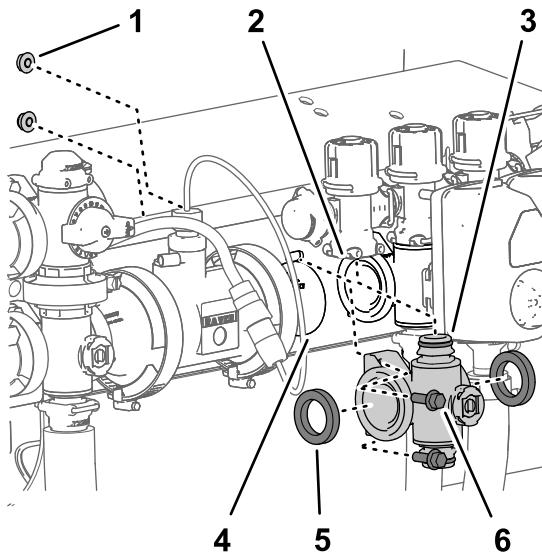

Figura 117
1. Alinee las 2 juntas que retiró en Retirada del distribuidor de sección \(página 85\) con las bridales del distribuidor de la válvula de sección (Figura 117).
- las válvulas (Figura 117) con los 2 pernos con arandela prensada ($\frac{1}{4}$ " x $\frac{3}{4}$ ") y las 2 tuercas con arandela prensada ($\frac{1}{4}$ ") que retiró en Retirada del distribuidor de sección \(página 85\).